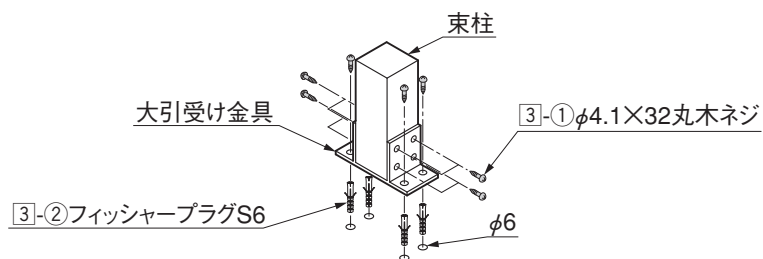

図3-5
- 床面がコンクリートまたはタイル張りしてある場合は、床に3-2を埋込んで、束柱と床面を大引受け金具で固定してください。（図3-5参照）